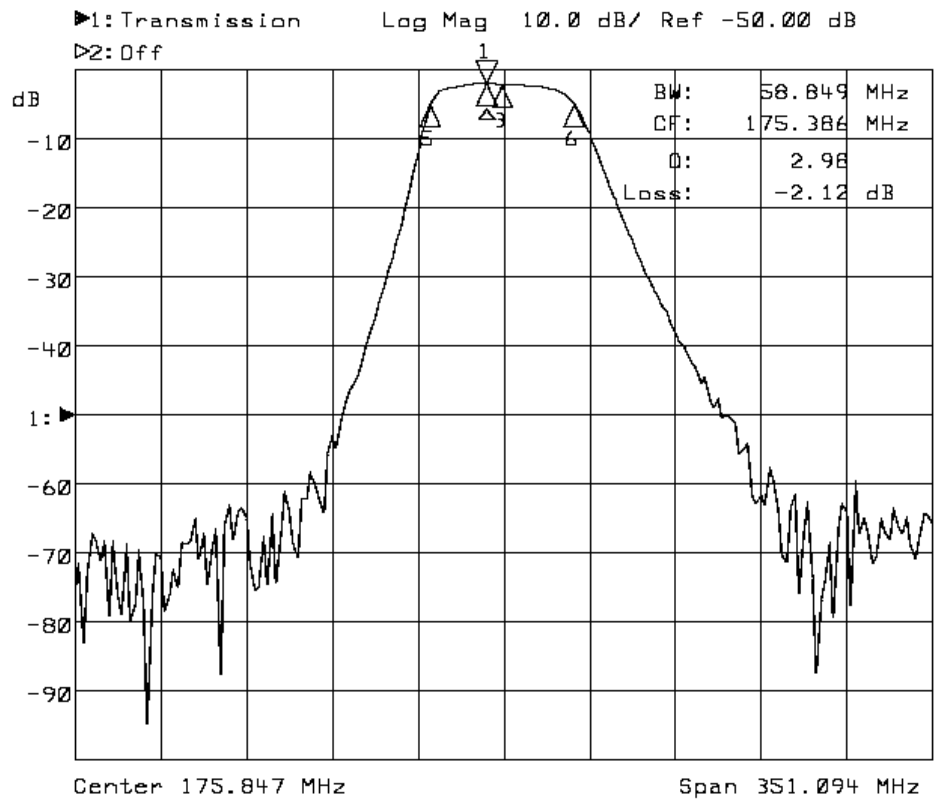

Figura 2-26. Medida de Parámetros de un Filtro RF.
Los resultados obtenidos serán como los de la Figura 2-26, donde.
9. Deje la pantalla del equipo como se muestra en la Figura 2-26.